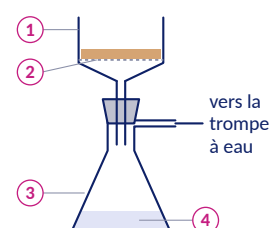

Figure 2 — Filtration sous vide
Le paracétamol, médicament contre la douleur et la fièvre, n'existe pas dans la nature. On le synthétise en chauffant du 4-aminophénol avec de l'anhydride acétique dans de l'eau, puis on refroidit le mélange dans un bain de glace : le paracétamol, très peu soluble dans l'eau froide, forme des cristaux. On les sépare par filtration sous vide (figure 2), on les rince avec de l'eau glacée et on les sèche.
- 3.2 Nommer les éléments 1 à 4 de la figure 2. Quel est l'avantage de cette filtration par rapport à une filtration simple ?